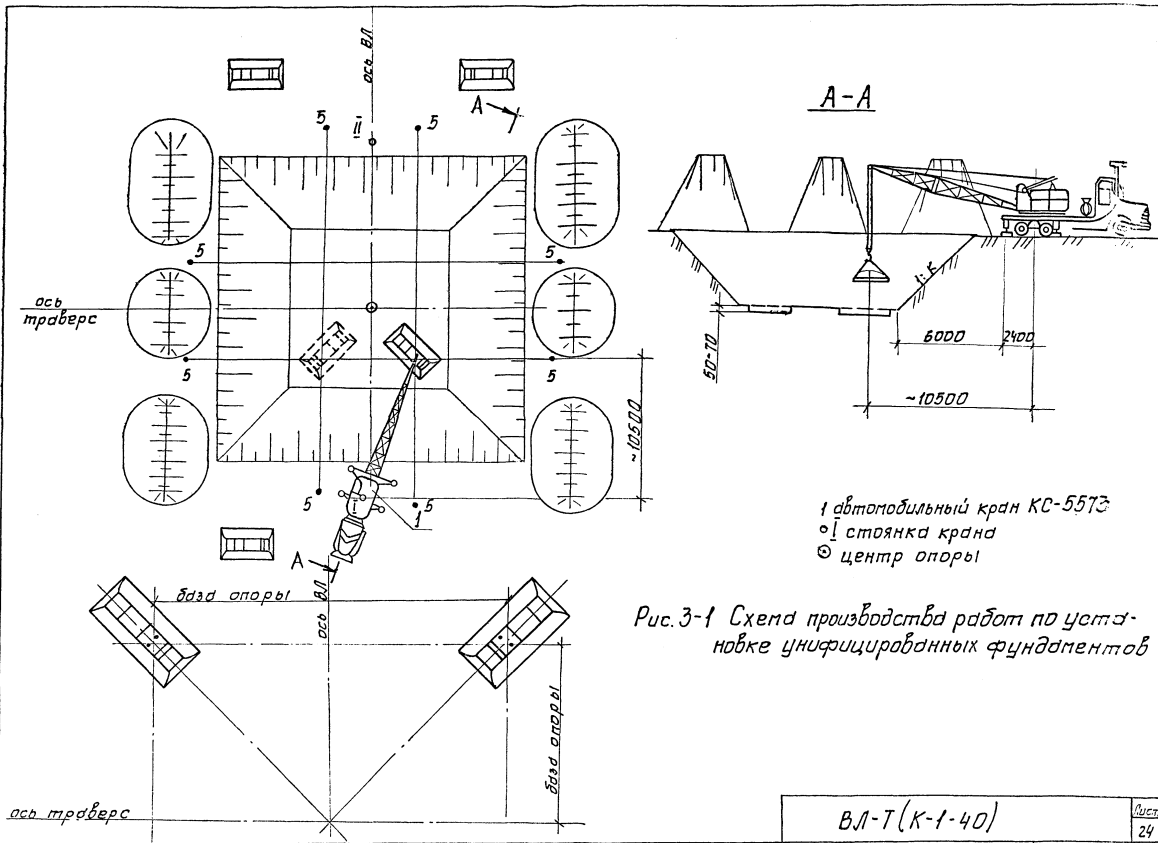

Рис. 3-1 Схема производства работ по установке унифицированных фундаментов
2.2. Схема производства работ по установке фундаментов в котлован показана на рис.3-1, 3-2.